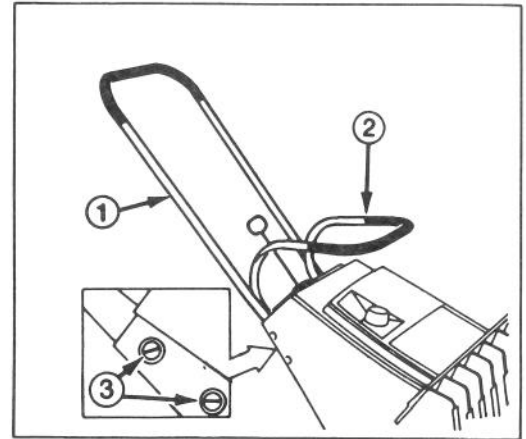
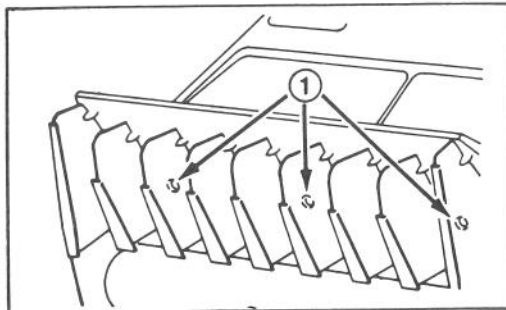

Fig. 2
Fig. 11
MONTERING AV ÖVRE HANDTAG (Fig. 2)
UTBYTE AV TÄNDSTIFT (Fig. 11, 12 och 13)
1. TA BORT KÅPAN – Ta bort de tre skruvarna på kåpens främre del (Fig. 11) och de självgående skruvarna som håller båda sidorna på kåpens övre del (Fig. 2). Ta bort tanklocket och lyft av kåpan. Skruva på tanklocket igen.